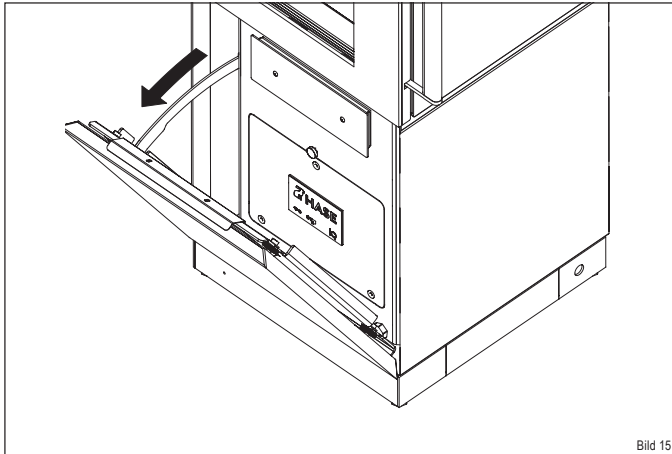

Bild 15
- ▶ Öffnen Sie die Bedienungstür (Bild 15).
- ▶ **Ziehen Sie den Aschebehälter an der Abdeckung aus der der Öffnung heraus (Bild 15).**